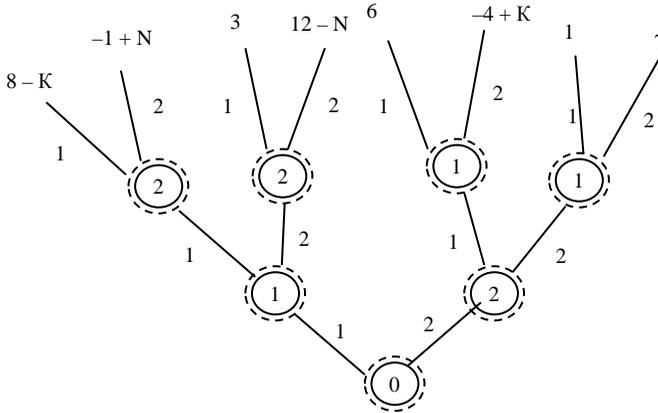

Рис. 1.6. Дерево игры
1. Позиционная игра изображена на рис. 1.6.